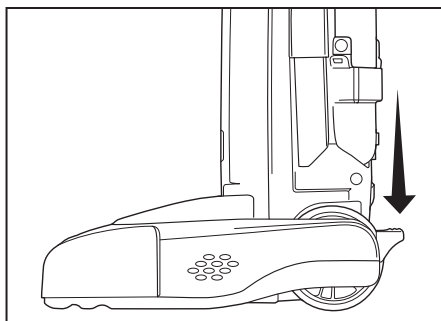

Imagen 1
- Presione el Pedal de Liberación del Mango una vez para aspirado normal (Imagen 1).